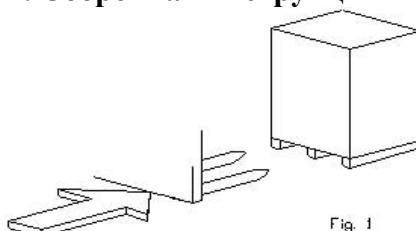

Fig. 1
**4.1. Транспортировка.** Аппарат следует транспортировать при помощи погрузчика с вилочным захватом, при этом вилы должны быть расположены, как показано на рис.1